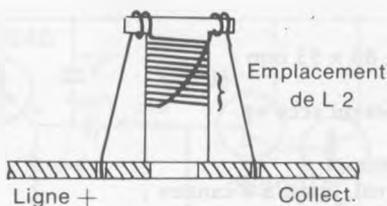

Fig. 214 — Confection du bobinage oscillateur.
- **Bobinage L 1** : ce bobinage est réalisé sur un mandrin miniature à oreilles de diamètre 6 mm. Voir figure 214. Commencer par enrouler un tour de fil émaillé 5 dixièmes sur une des deux oreilles du mandrin, puis enrouler 12 spires bien jointives à la partie supérieure du mandrin. Remonter ensuite le fil pour enrouler une dernière spire sur la seconde oreille. Agit avec précaution. Ces oreilles sont relativement fragiles.